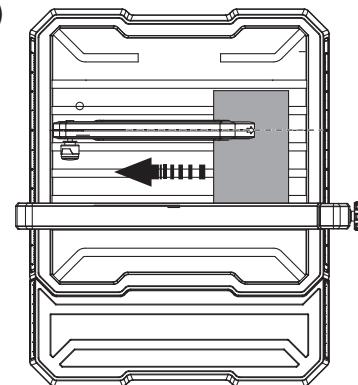

Fig. 17
- Faites coulisser le guide de coupe d'onglet (4) sur le guide de coupe parallèle en partant de l'avant. Réglez le guide de coupe parallèle à la position désirée et fixez-le solidement.
- Ajustez l'angle désiré à l'aide de l'échelle angulaire (5) et serrez solidement avec la molette de verrouillage du guide de coupe d'onglet (6).
**EFFECTUER UNE COUPE TRANSVERSALE (Fig. 17)**